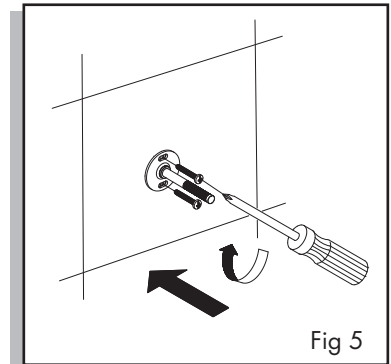

Fig 5
5. Secure post with mounting screws provided (Fig 5).
5. Atornille el montante con los tornillos que se incluyen (fig. 5).
5. Fixer le poteau à l'aide des vis fournies (fig. 5).